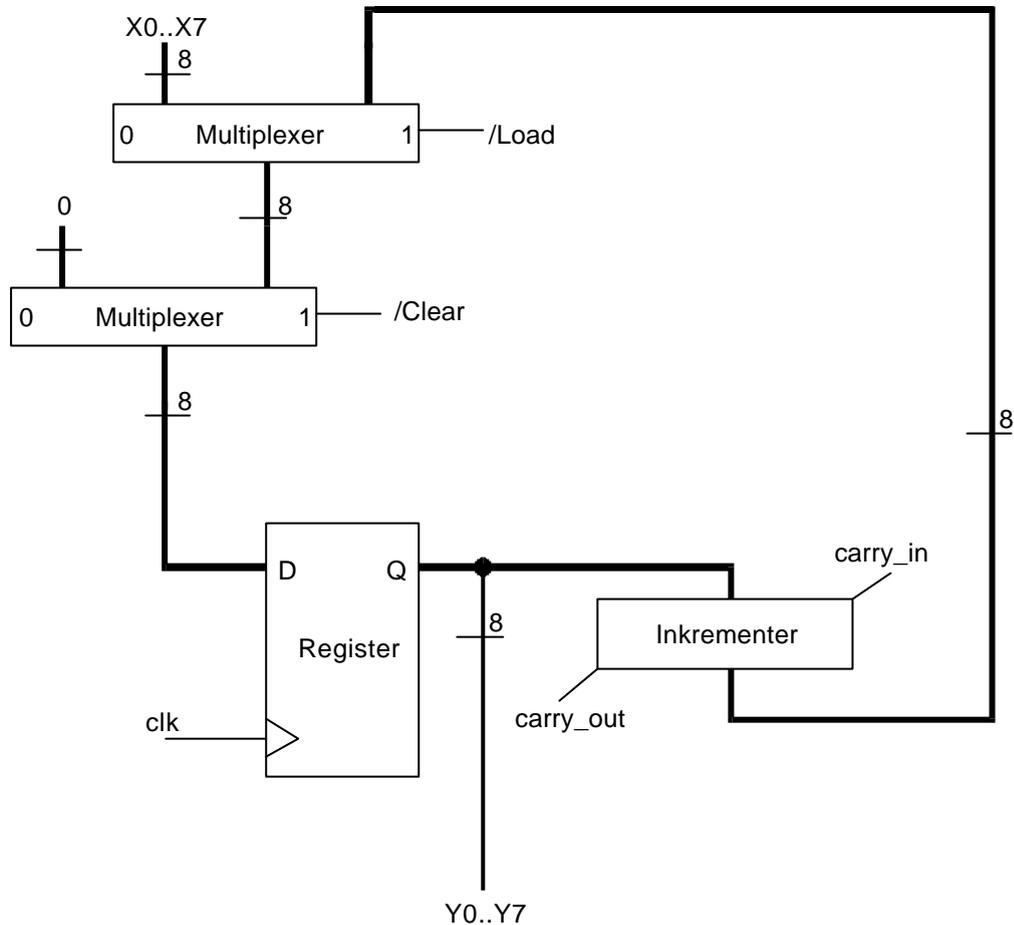

Abbildung 4: 8-Bit-Zähler
In Abbildung 4 ist das Blockschaltbild eines 8-Bit-Zählers skizziert.
- Geben Sie nun abschließend den 8-Bit-Zähler aus Abbildung 4 als GDF-File unter der Verwendung der zuvor erzeugten Symbole Multiplexer, Inkrementer und Register ein.